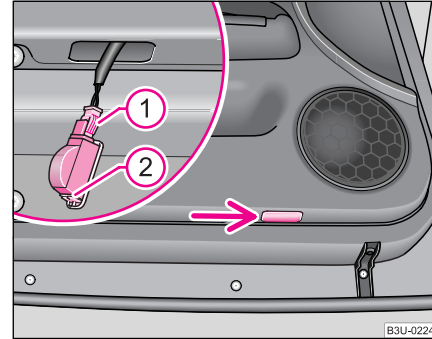

Fig. 196 Partea de jos a ușii: Lampa din zona accesului în autovehicul
- Introduceți vârful unei mici șurubelnițe în fanta de lângă lampă ♥ fig. 196 și scoateți lampa cu atenție.
- Decuplați ștecărul ①.
- Apăsați siguranța cu arc a capacului ② și scoateți-o, apoi scoateți capacul.